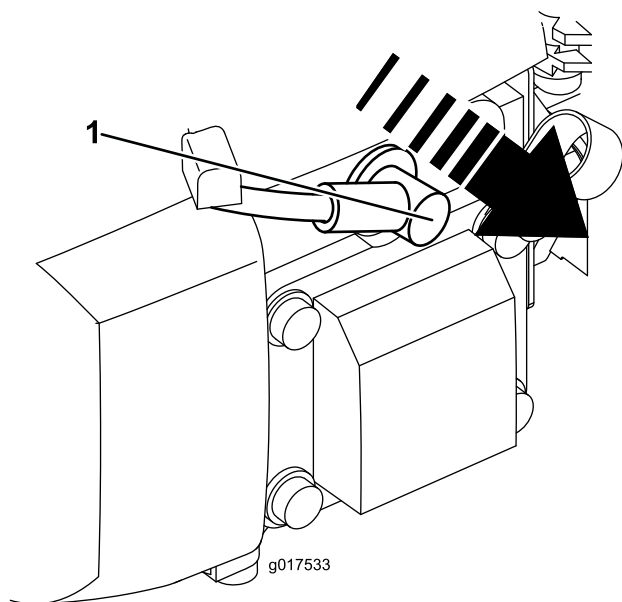

図 15
2. 整備などの前には、必ず点火プラグコードを外す (図 15)。